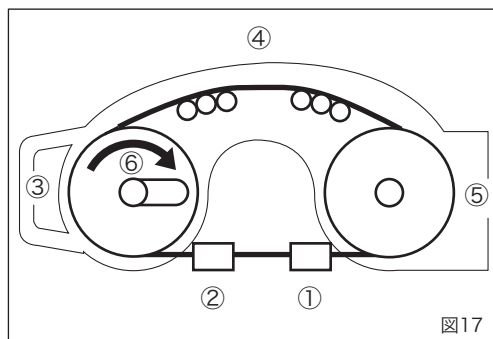

図17
ノコ刃の取付け(図17)
- ・ 図17の①～⑤順でノコ刃を取り付けます。